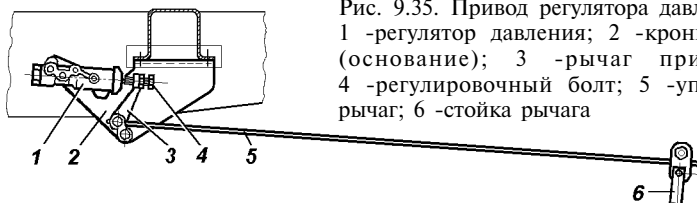

Рис. 9.35. Привод регулятора давления:
В процессе эксплуатации и при замене задних рессор необходимо регулировать усилие упругого рычага 5 (рис. 9.35)
4. Доверните болт 4 (см. рис. 9.35) на 2 и 1/3 оборота (14 граней головки болта).